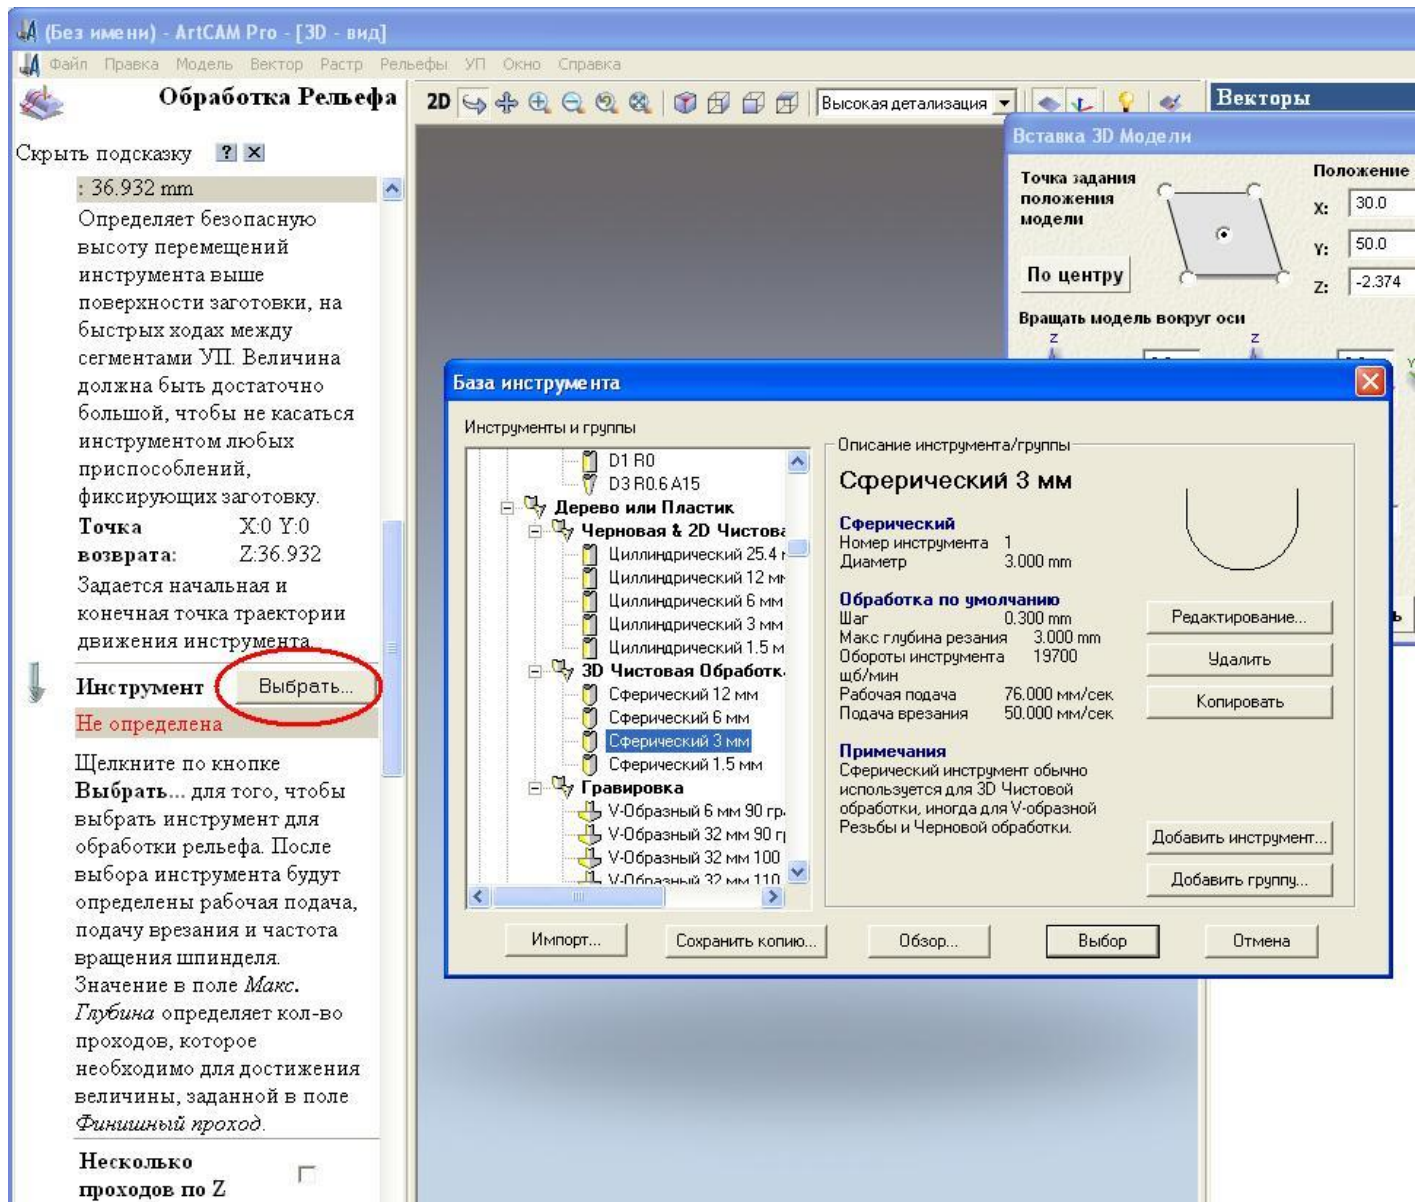

Рисунок 7
6. В поле «Инструмент» выбираем тип фрезы, рисунок 7.